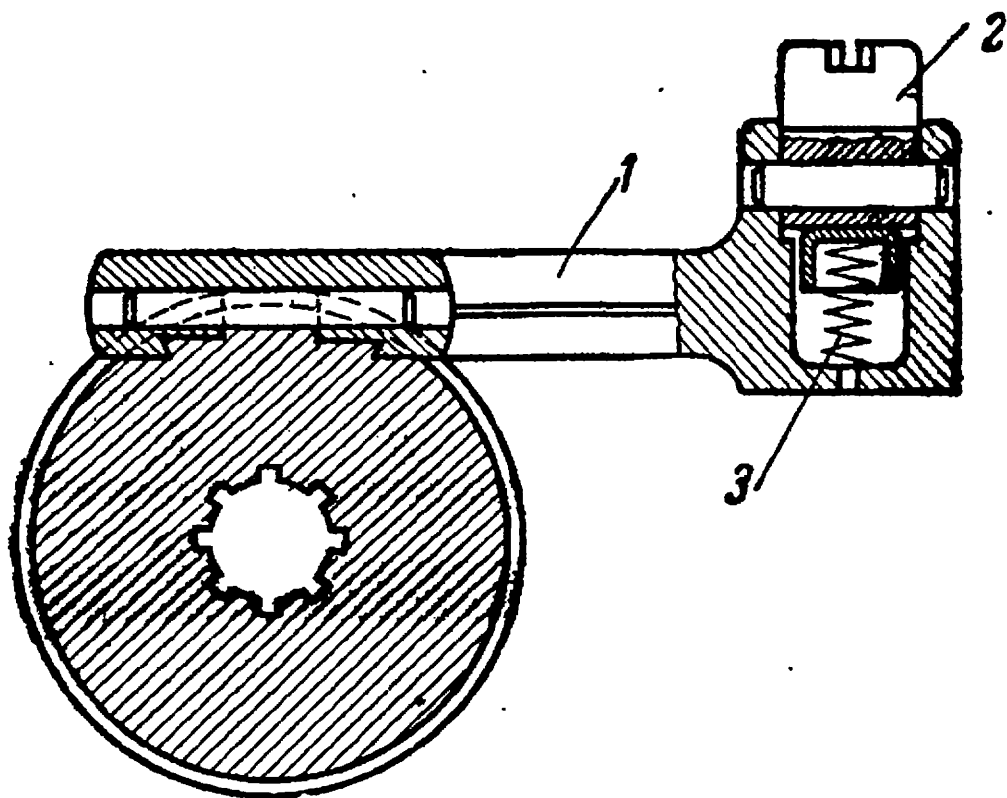

Рис. 26. Прицел:
37. Прицел (рис. 26) служит для стрельбы на различные расстояния. Он состоит из кронштейна и целика с прорезью.